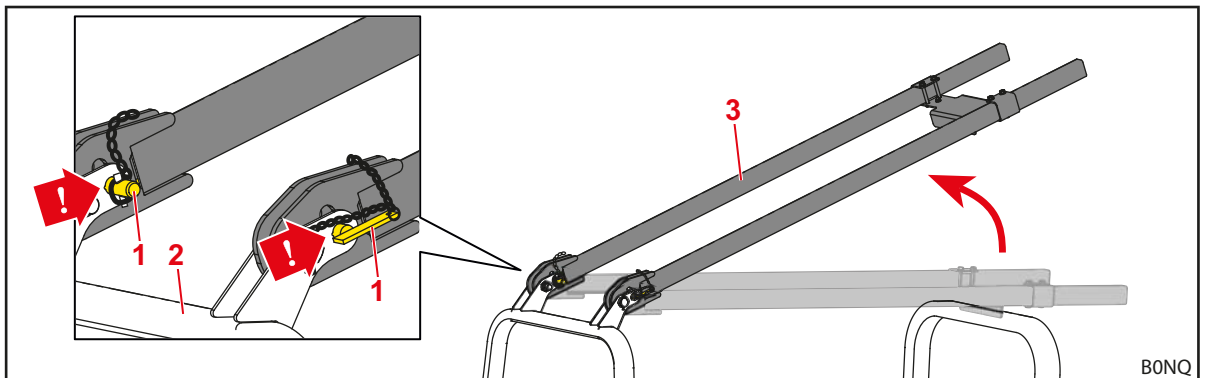

Рис. 40 Поднятые и зафиксированные в нижних отверстиях перекладины
- (1) Зафиксируйте длинные перекладины в нижних отверстиях.
- Зафиксируйте длинные перекладины стопорными пальцами в нижних отверстиях (см. Рис. 40).
- (2) Поднимите нижнюю дугу (см. описание руководство OPG без длинных перекладин в начале главы).
- (3) Опустите длинные перекладки.